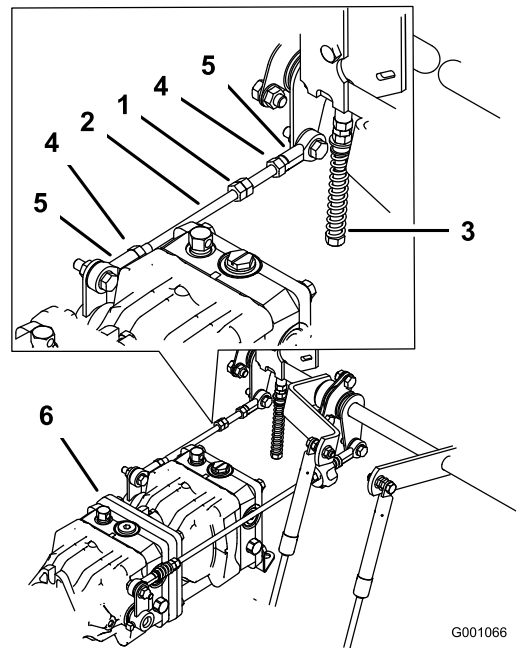

Figure 66
- Serrez les contre-écrous contre les rotules (Figure 66).
- Desserrez les contre-écrous sur les rotules de la tige de commande de la pompe (Figure 66).
- Réglez la longueur de la tige de pompe en tournant les doubles écrous dans le sens voulu, jusqu'à ce que la roue soit immobilisée ou tourne légèrement en marche arrière (Figure 66).